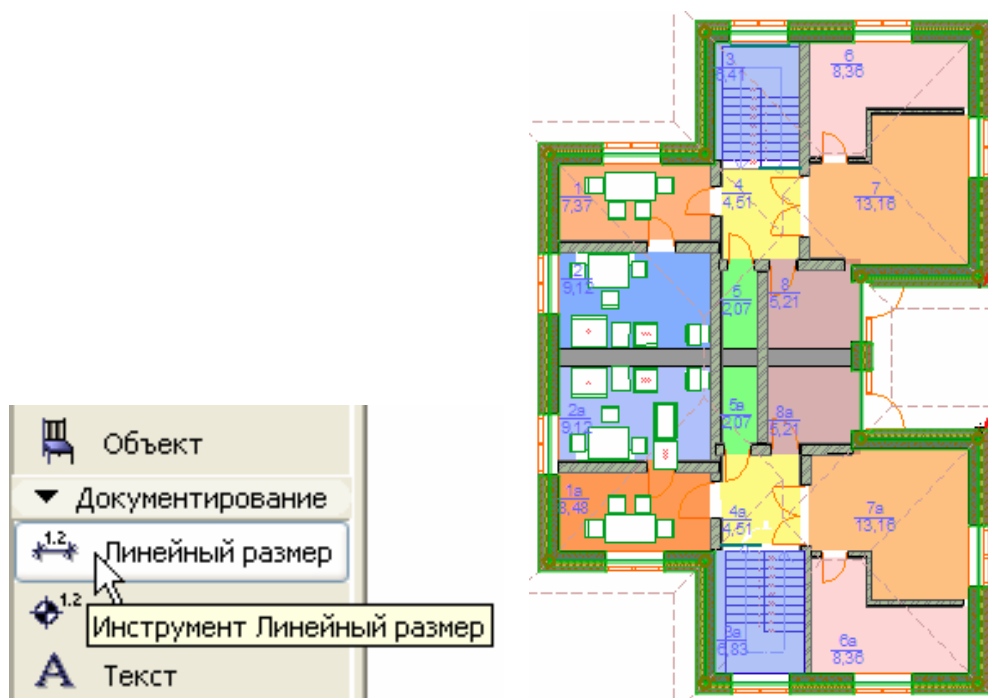

Рис. 137
2. Выделите все наружные стены (рис. 137), убедившись, что кнопка **Временно разгруппировать** в табло команд **Стандарт** неактивна.